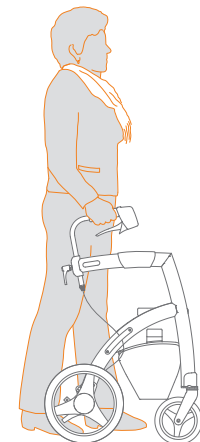

Figura 18: Camina erguido, siempre cerca de tu andador.
- Mientras camina, siéntese entre las empuñaduras y, si es necesario, apóyese en el Rollz Motion. De esta manera, se camina lo más cerca posible del rodillo, que es el que más apoyo proporciona (**Figura 18**)